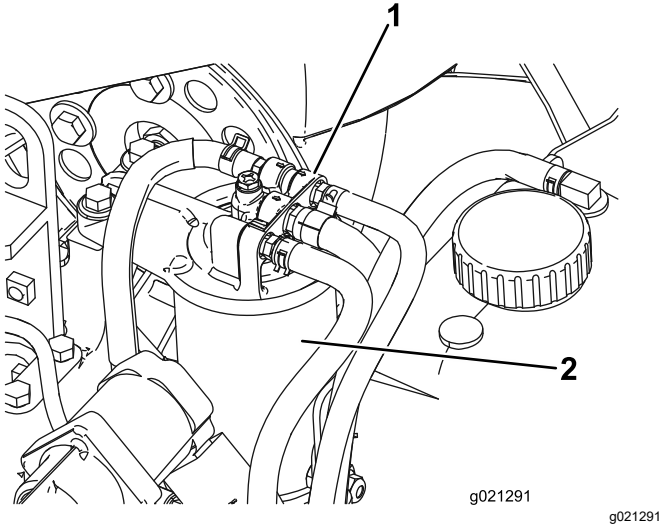

Figure 79
1. Nettoyez la surface autour de la tête du filtre à carburant (Figure 79).
2. Déposez le filtre et nettoyez la surface de montage de la tête du filtre (Figure 79).